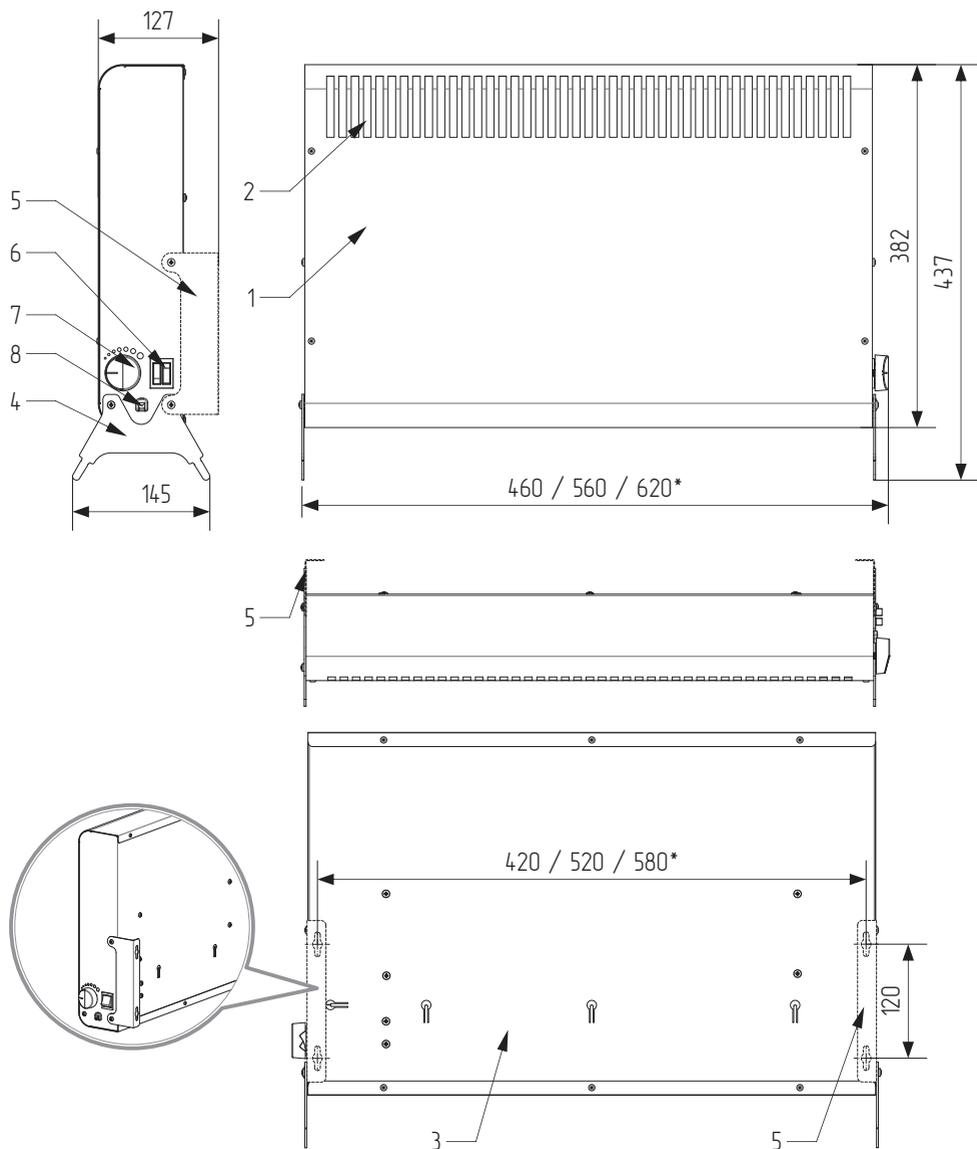

Рисунок 1. Габаритный чертёж и элементы конструкции электрического обогревателя.
5.1. Конвектор (см. рис. 1) представляет собой металлический корпус, состоящий из передней панели (1) и задней панели (3), внутри которого на шасси расположен электронагревательный элемент (на чертеже не показан). На корпус устанавливаются опоры (4) или настенные кронштейны (5). На боковой поверхности корпуса расположены роковые переключатели (клавишные выключатели) с подсветкой (6) (один переключатель для исполнения POWER 1000M SE) и ручка термостата (7).
- 6.3. Для монтажа конвектора на стене следует установить кронштейны на корпус конвектора (см. рис.1).
- 6.4. На стене с помощью уровня и рулетки (линейки) следует разметить отверстия. Межцентровые расстояния посадочных отверстий указаны на чертеже (см. рис.1).